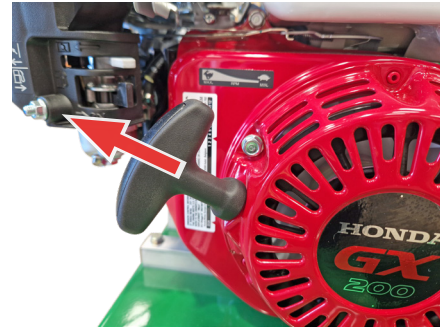

Fig. 7G – Puxe o manípulo de arranque.
7. Segure com firmeza no manípulo de arranque e estive o cabo até a folga ser completamente removida. Neste ponto, puxe com um movimento firme e fluido (Fig. 7G). O motor arranca.